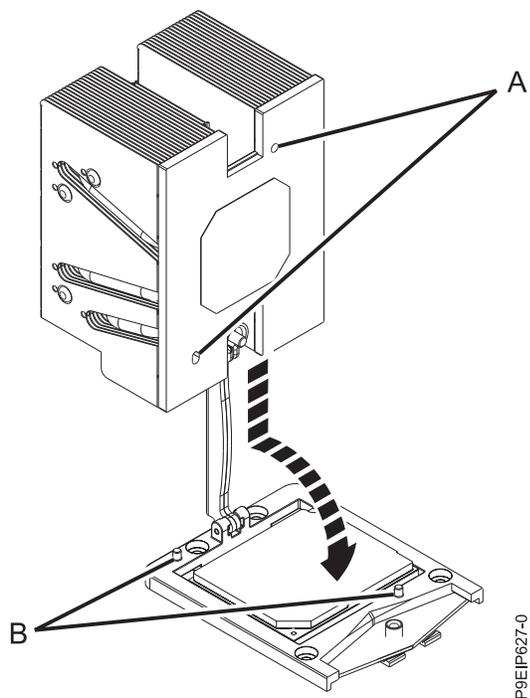

Figura 75. Instalación del disipador térmico
14. Instale el nuevo disipador térmico que se suministra en el kit de FRU. El TIM se aplica previamente al disipador térmico. Baje con cuidado el disipador térmico sobre el módulo de procesador, repisa o muesca hacia abajo. Haga pasar el brazo de presión por el disipador térmico. Asegúrese de que los orificios del disipador térmico **(A)** se alineen con las patillas de alineación **(B)** en el zócalo, como se muestra en la Figura 75 en la página 71.